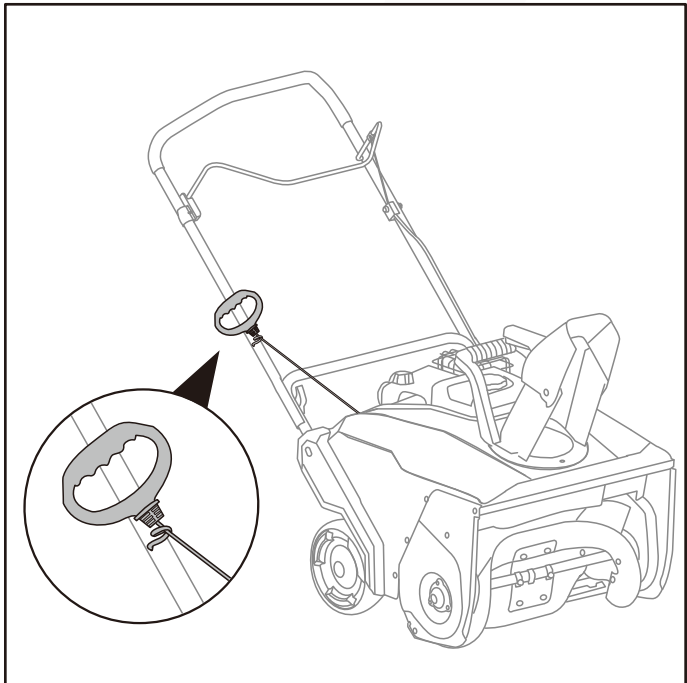

Fig.4
1. Tire lentamente del asa del arrancador de retroceso hacia el perno. (Fig.4)
2. Deslice la cuerda de arranque de retroceso en el perno. (Fig.4)